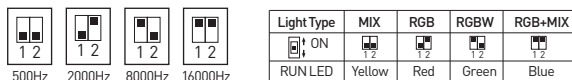

Рис. 2. Положение DIP-переключателей
- 3.5. Настройте режим работы. Установите необходимый режим работы положением DIP-переключателей, индикатор загорится соответствующим цветом (Рис. 2. Положение DIP-переключателей).